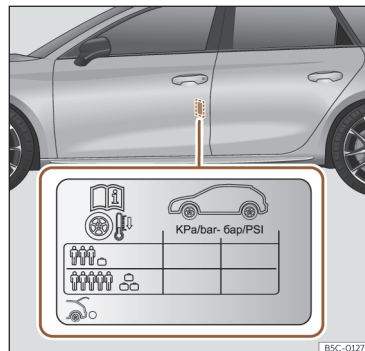

Fig. 228 Emplacement de l'autocollant de gonflage des pneus.
- Adaptez la pression des pneus en fonction de la charge transportée par le véhicule >>> **fig. 228.**
Les valeurs de pression de gonflage figurent sur l'autocollant situé sur la face arrière du cadre de la portière avant gauche >>> **fig. 228.**
Adaptez la pression de gonflage des pneus à la charge du véhicule. Si le véhicule est chargé au maximum, vous devez augmenter la pression de gonflage jusqu'à la valeur maximale de charge indiquée sur l'autocollant >>> **fig. 228.**
Dans le cas de la roue de secours de taille réduite (125/70 R16 ou 125/70 R18), la gonfler à une pression de 4,2 bar comme indiqué sur l'autocollant de pression des pneus >>> **fig. 228.**
- Le conducteur est responsable de la pression correcte de tous les pneus de son véhicule. La pression de gonflage recommandée est indiquée sur un autocollant >>> **fig. 228.**
- Avec les pneus à froid, la pression devra toujours être celle indiquée sur l'autocollant >>> **fig. 228.**